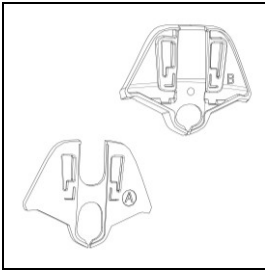

Fig. 1
- Selecteer de meest geschikte adapter voor de vorm van de kap van uw helmmodel (Fig. 1).